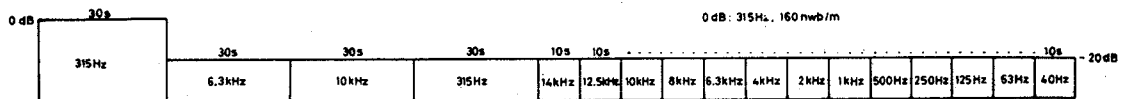

Fig. 10-4 Contenido de la cinta de prueba STD-331B
- STD-331B : Para ajustes de reproducción (Referirse a la Fig. 10-4)